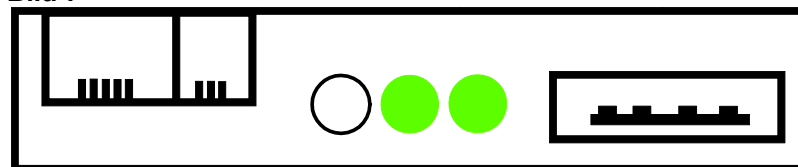

Bild 8
- När uppdateringen är klar släcks den tredje lysdioden (orange). Bild 8